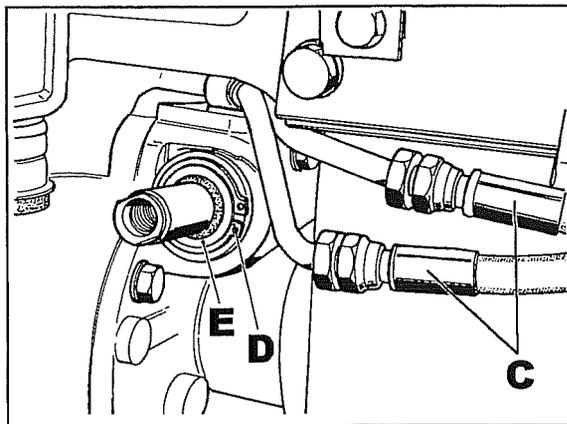

Fig. 70
2. Colocar un recipiente para recoger el aceite, luego desconectar los tubos **C** fig. 70.
3. Quitar el anillo elástico seeger **D** fig. 70.